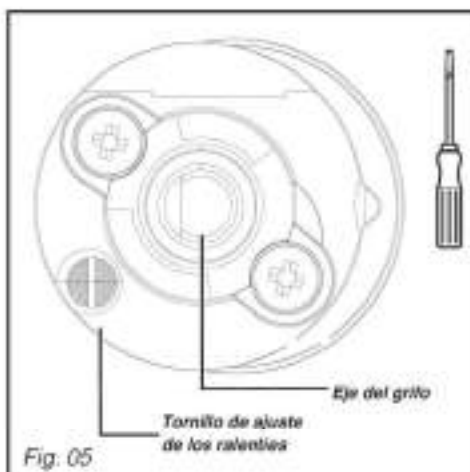

Fig. 05
- Con la ayuda de un pequeño destornillador plano, **atornille a fondo** el tornillo de ajuste de los ralenties de latón (amarillo) (Fig. 05), **en el sentido de las agujas de un reloj**.
- Desatornille el tornillo de ajuste de los ralenties de latón (amarillo) (Fig. 05), con la ayuda de un pequeño destornillador plano, **2 vueltas en el sentido inverso a las agujas de un reloj**.